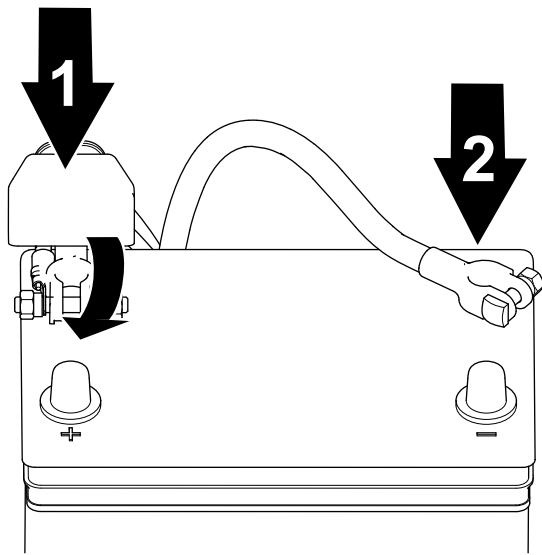

Figura 38
1. Ligue o cabo positivo à bateria e aperte a porca do grampo da bateria (Figura 38).
2. Ligue o cabo negativo à bateria e aperte a porca do grampo da bateria (Figura 38).